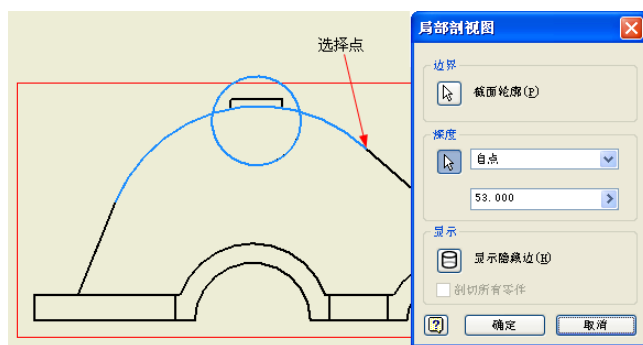
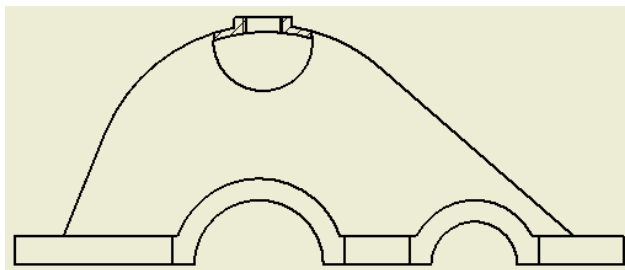

图 12-42 “局部剖视图”对话框
图 12-43 局部剖视图
②单击【放置视图】标签栏【创建】面板上的【局部剖视图】工具按钮，打开如图 12-42 中所示的“局部剖视图”对话框，选择在草图中绘制的圆形作为截面轮廓，选择图 12-42 所示的点作为起始点。深度方式设置为【自点】，将剖切深度设置为 53，单击【确定】按钮完成局部剖视图，如图 12-43 所示。